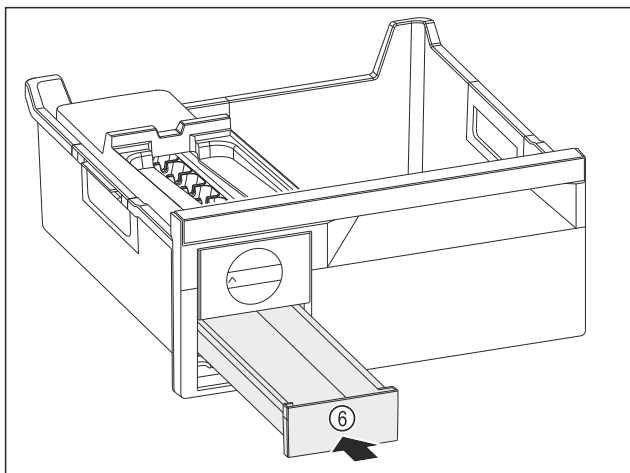

Fig. 146
- Skjut in iskublådan Fig. 146 (6).